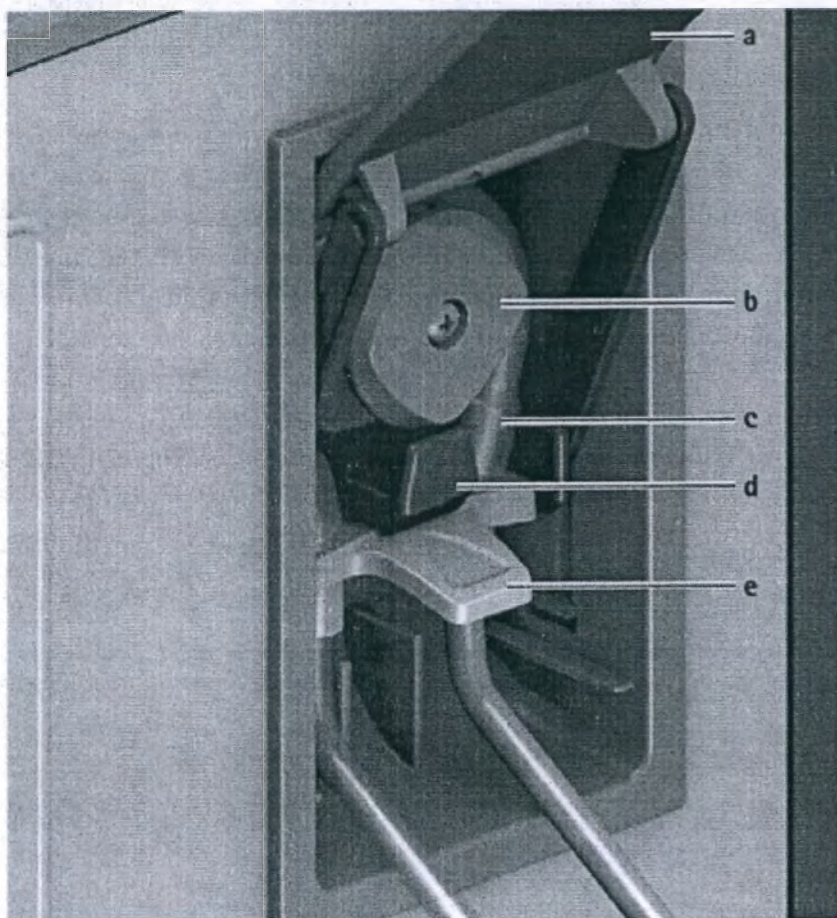

Рис. 4 Подсоединение линии ирригационной, где:
- Открыть заслонку (а) помпы для подачи охлаждающей жидкости (3), см. Рис. 4.
- ▶ Установить держатель бутылки с жидкостью ирригационной (16) в гнездо для держателя для бутылки с жидкостью ирригационной (15).
- ▶ Навесить бутылку со стерильной жидкостью на держатель бутылки (16).